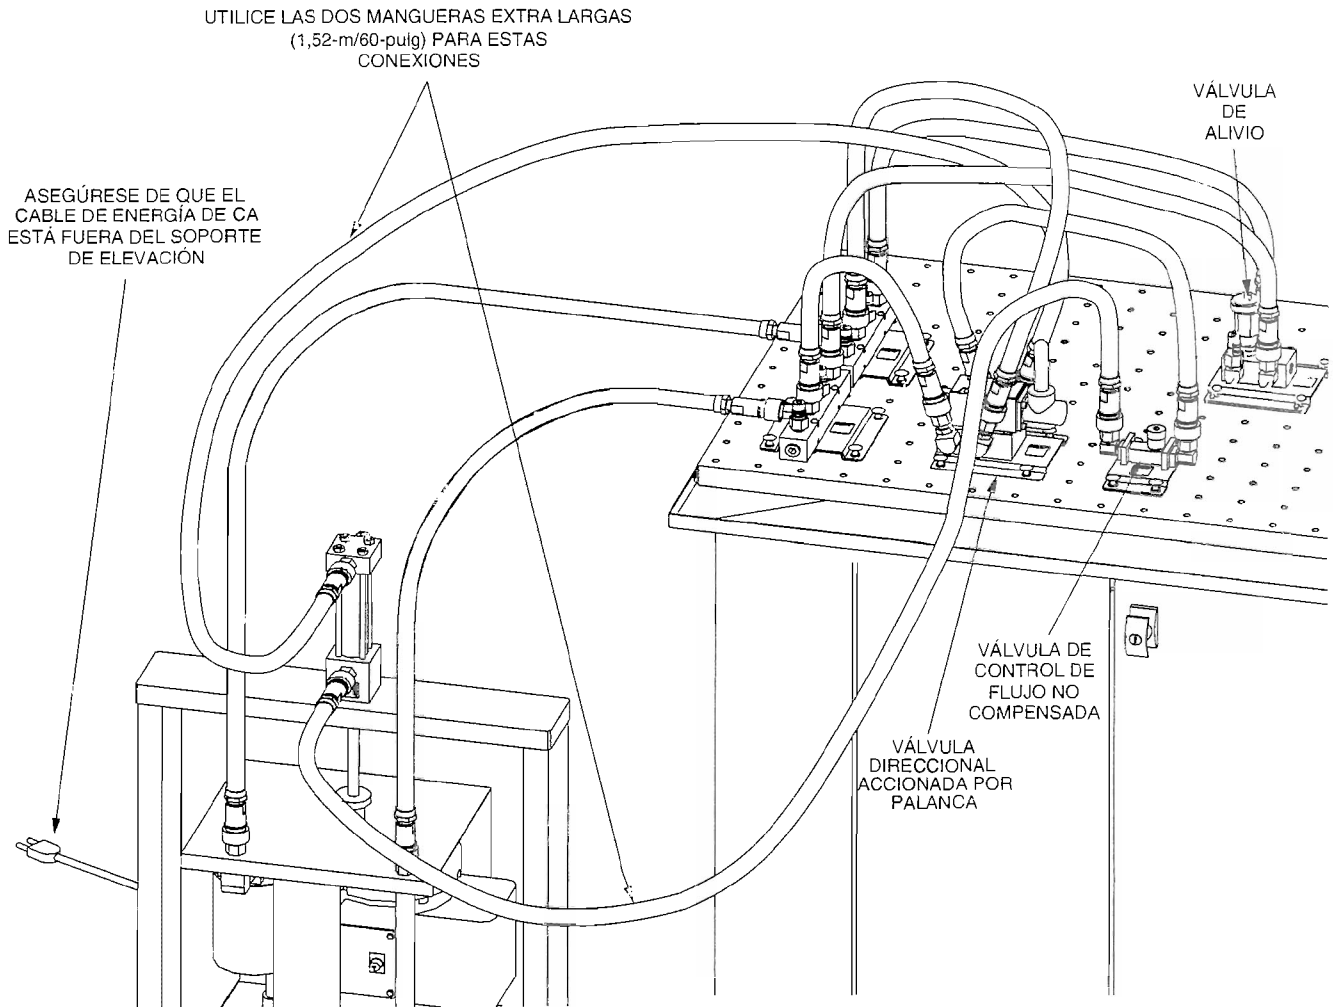

Figura 1-25. Instalación utilizada para elevar la fuente de alimentación hidráulica.
- 10. Conecte el circuito como se muestra en la Figura 1-25. Utilice las dos mangueras extra largas que están llenas con aceite, para conectar el cilindro a los orificios A y B de la válvula direccional accionada por palanca.
Nota: Para facilitar la conexión, la válvula direccional accionada por palanca proporcionada en su equipo didáctico en hidráulica es atornillada a una placa secundaria para la cual las mangueras pueden estar conectadas. El conjunto de los orificios P, T, A y B en la placa secundaria de la válvula no corresponde al diagrama para la válvula direccional que aparece en la Figura 1-25 y en la placa de identificación del fabricante, en la parte superior de la válvula. Por lo tanto el orificio P realmente está en frente del orificio B en la placa secundaria, mientras el orificio T está en frente del orificio A. Por la misma razón, siempre consulte las letras impresas en la placa secundaria de la válvula cuando conecte la válvula en un circuito.